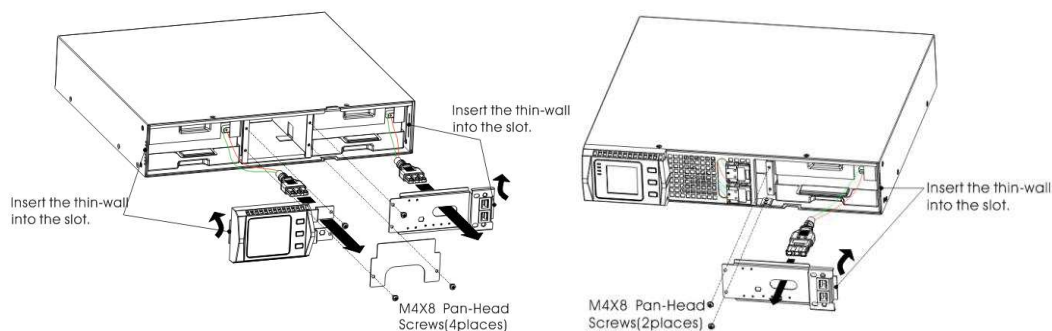

FIG.26 Posizionamento deflettore del pacco batteria
3. Afferrare la maniglia frontale del pacco batteria, tirarlo fuori e tenerlo, quindi rimuovere la batteria come fig. 26 mostra.